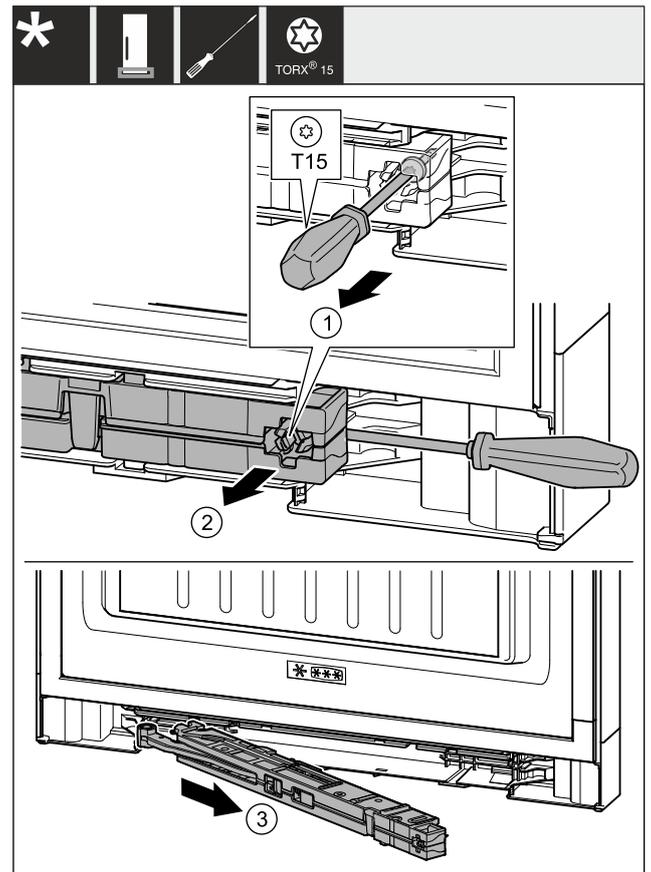

Fig. 8
- ▶ Desserrer la vis de l'unité d'amortissement de fermeture au moyen d'un tournevis T15 d'env. 14 mm. Fig. 8 (1)
- ▶ Avec un tournevis, passer derrière l'unité d'amortissement de fermeture, côté poignée. Faire tourner l'unité vers l'avant. Fig. 8 (2)
- ▶ Retirer l'unité. Fig. 8 (3)